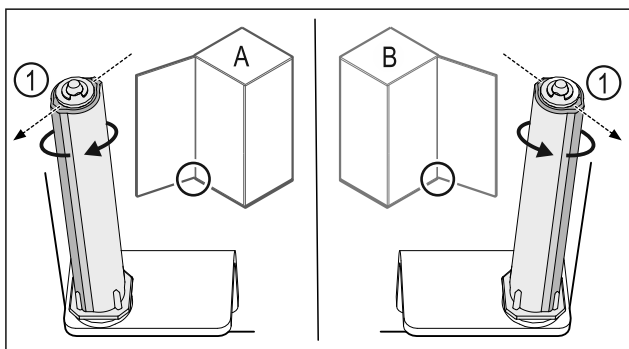

Fig. 42 Levý doraz (A) / pravý doraz (B)
- ▶ Otáčejte uzavíracím systémem proti odporu, dokud nebude lamela uzavíracího systému Fig. 42 (1) ukazovat směrem ven.